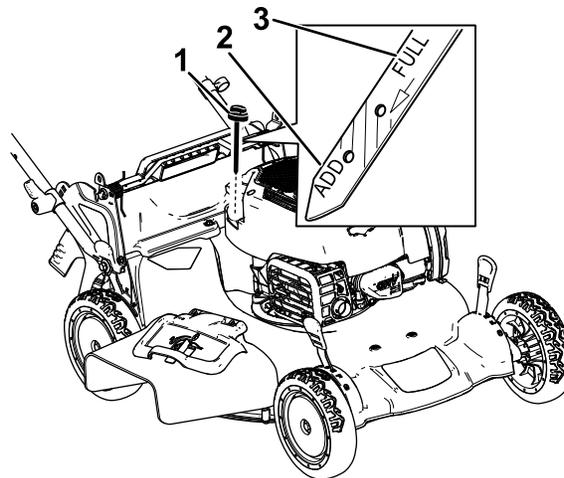

Figura 14
2. Retire la varilla girando el tapón en el sentido contrario a las agujas del reloj y tirando del mismo (Figura 14).
5. Observe en la varilla el nivel de aceite (Figura 14).
- Si el nivel de aceite de la varilla es demasiado bajo (Figura 14), vierta con cuidado una pequeña cantidad de aceite detergente SAE 30 o SAE 10W-30 en el tubo de llenado, espere 3 minutos, y repita los pasos 3 a 5 hasta que el aceite de la varilla llegue al nivel correcto.
- Si el nivel de aceite de la varilla es demasiado alto (Figura 14), drene el exceso de aceite hasta que el nivel de aceite en la varilla sea correcto; consulte Cambio del aceite del motor (página 17).